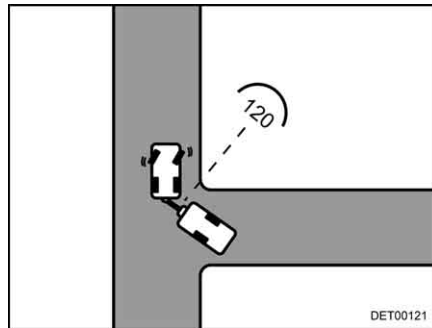

Fig. 20 Svolta all'incrocio
- Appena entrambi i veicoli si trovano ad un angolo di ca. 120° l'uno rispetto l'altro, fermarsi (Fig. 20).